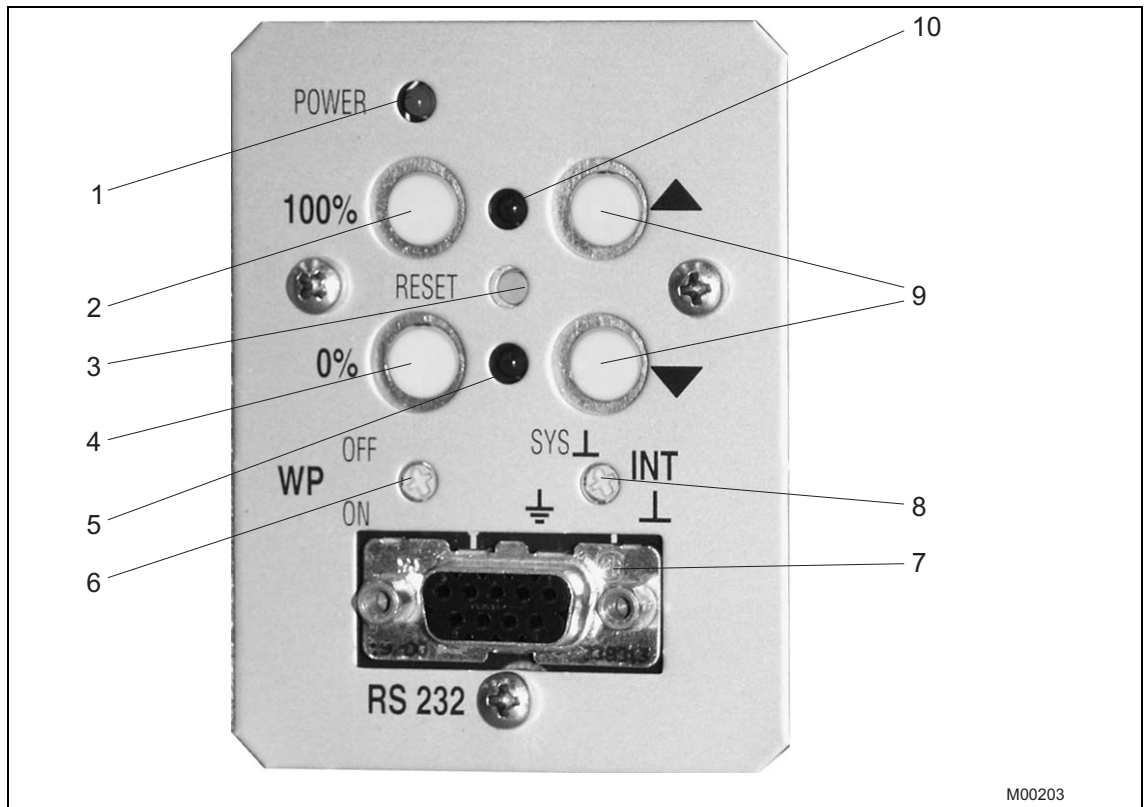

Fig. 19 : Champ de service et mise en service (ISF)
- Commuter l'électronique dans l'état de fonctionnement "Ajuster". Pour cela, appuyer simultanément pendant env. 5 s sur les deux touches de déplacement (9) jusqu'à ce que les deux DEL (positions 5 et 10 dans Fig. 19) clignotent de manière synchrone à env. 4 Hz.
(voir page 23 **Fig. 19** : Pos. 8)